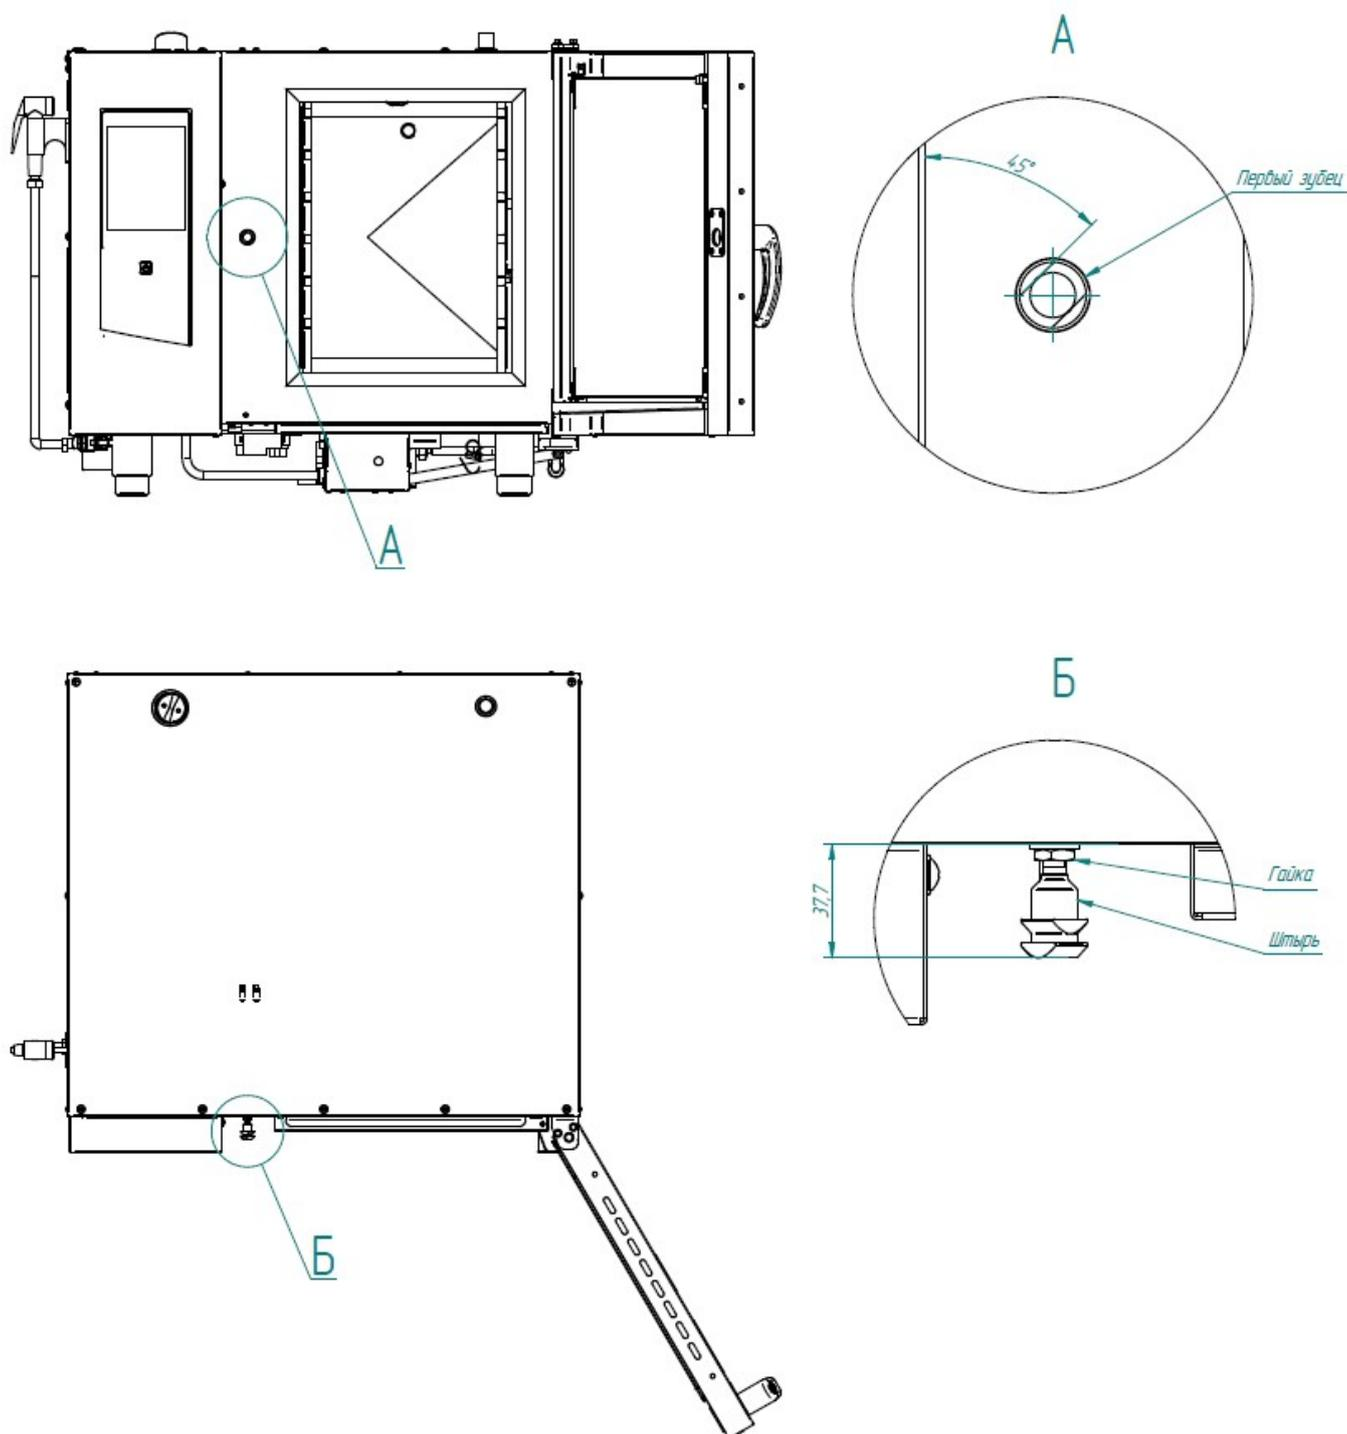

Рис. 29. Регулировка замкового устройства
При ослаблении уплотнителя и плотности прилегания двери пароконвектомата необходимо отрегулировать положение штыря (рис. 29). Для этого необходимо:
- отрегулировать положение штыря согласно указанным размерам и положению зубцов (при ослаблении профиля штырь необходимо закручивать, т.е. уменьшить размер 37,7мм, выдерживая угол 45° – см. рис. 29);